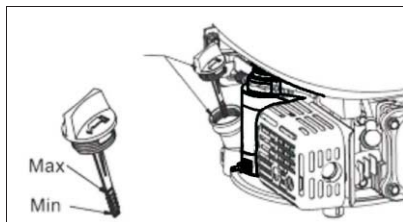

Fig. 7
2. Retire la tapa del filtro de aceite/varilla de nivel (8) y límpiela.
3. Inserte la tapa del filtro de aceite/varilla de nivel (8) en el cuello del filtro de aceite tal y como se muestra, pero no la atornille. A continuación, retírela para comprobar el nivel de aceite.
4. Si el nivel de aceite está cerca o por debajo de la marca del límite inferior de la varilla de nivel, retire la tapa del filtro de aceite/varilla de nivel (8) y rellene con el aceite recomendado hasta la marca del límite superior (borde inferior del orificio de llenado de aceite). No sobrellene.
5. Coloque de nuevo la tapa del filtro de aceite/varilla de nivel (8) (consulte la Fig. 7)